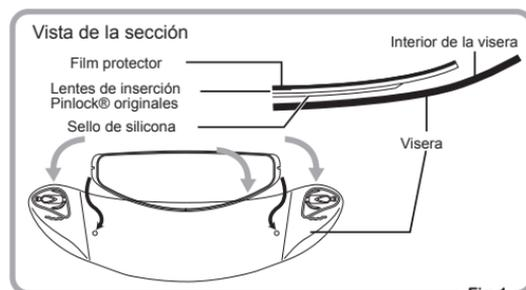

Fig.1
- ① Aplique el lado de silicona de las lentes de inserción Pinlock® originales por la parte interior de la visera, sin pelar la película protectora de las lentes. Al mismo tiempo, aplique las lentes de inserción Pinlock® originales del interior de la visera pulsando los pasadores excéntricos. (Fig. 1 y 2)